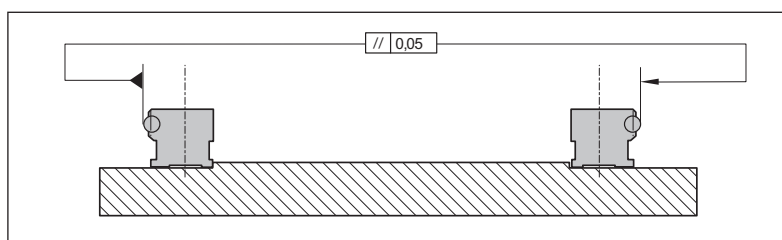

Fig. 77 : Contrôle du parallélisme des rails
- Contrôler le parallélisme ➡ Fig. 77